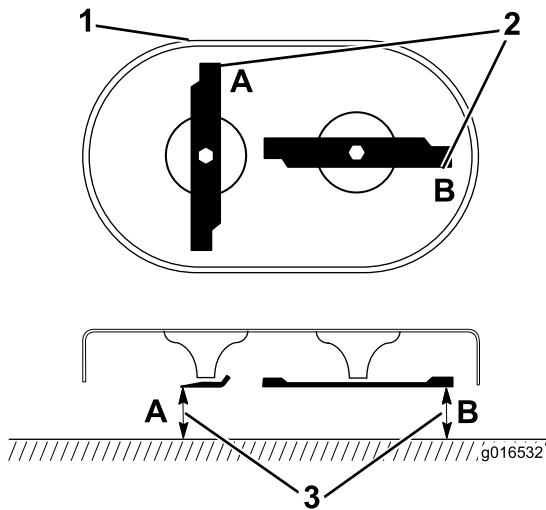

Figure 43
1. Faites tourner les lames jusqu'à ce qu'elles soient dans la position illustrée à la Figure 43.
2. Mesurez la distance entre une surface plane et le tranchant aux points **A** et **B**, (Figure 43), et notez les deux dimensions.